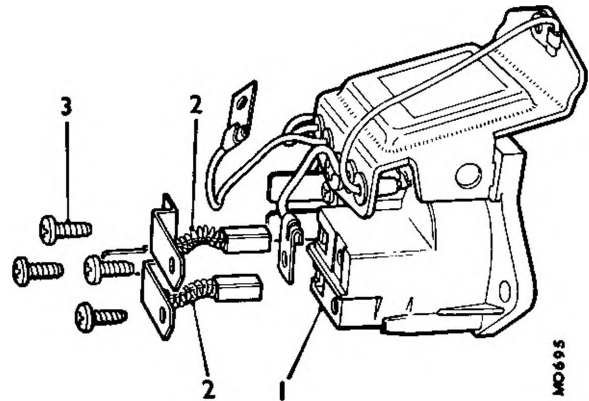

Fig. Nb. 16
- (25) Misurare la parte di ciascuna spazzola che sporge dal portaspazzole. Se la misura rilevata è minore di mm 5, sostituire la spazzola.
- (26) Assicurarsi che le spazzole siano libere di muoversi nel portaspazzole. Se una spazzola ha tendenza ad incollarsi, pulirla con un panno imbevuto di benzina o, se necessario, smerigliarne i fianchi con una lima a grana fine.
- (27) Controllare la pressione delle molle premispazzole. Quando la spazzola si trova in piano con il bordo del portaspazzola, la pressione deve avere un valore di grammi 198 - 283. In caso contrario sostituire il complessivo, seguendo le istruzioni date nella figura Nb. 16.